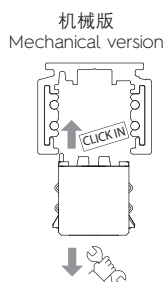

图 1b
- 机械版: 带有机械安全锁的自动插入轨道, 通过使用工具拆卸 (图1b)。